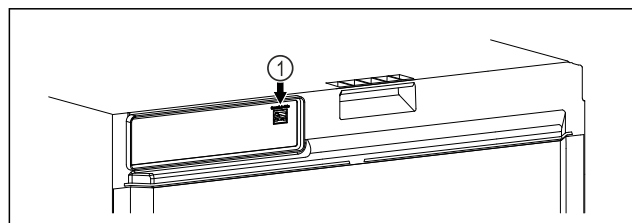

Fig. 141
- SmartModule Fig. 141 (1) naudojamas.